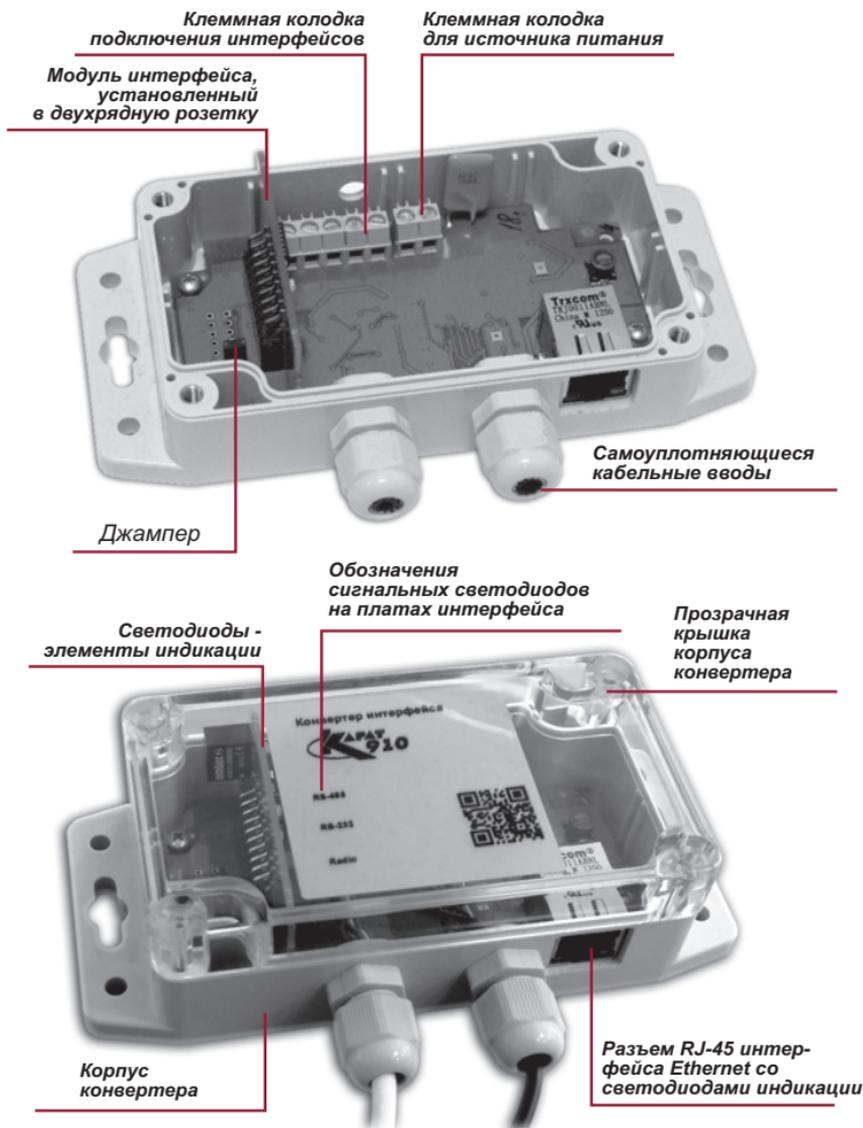

Рисунок 1 – Внешний вид конвертера интерфейса КАРАТ-910
- снять джампер (перемычку), расположенный на печатной плате около двухрядной розетки, смотрите рисунок 1;